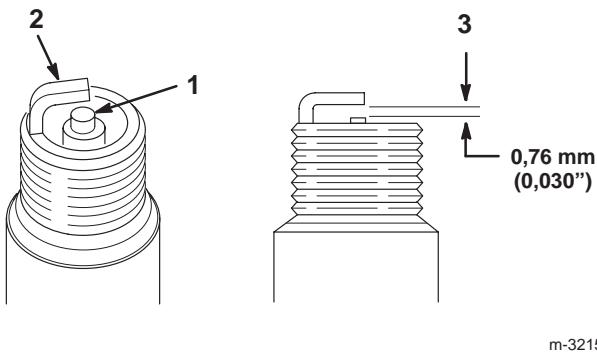

Figure 35
1. Inspectez le centre des bougies (Fig. 35). Si le bec de l'isolateur est recouvert d'un léger dépôt gris ou brun, le moteur fonctionne correctement. S'il est couvert d'un dépôt noir, c'est généralement signe que le filtre à air est encrassé.
2. Contrôlez l'écartement entre l'électrode centrale et l'électrode latérale (Fig. 35). Courbez l'électrode latérale (Fig. 35) si l'écartement est incorrect.